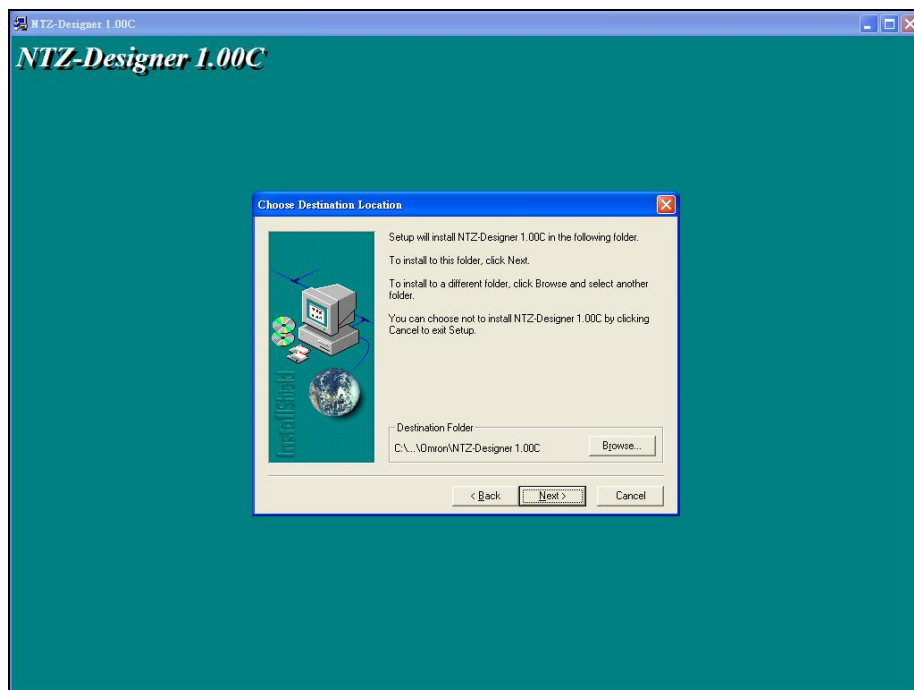

图 2-1-3 NTZ-Designer 系统安装的硬盘机及目录名称
3. 按下确定钮后，系统自动开始安装，而且屏幕中间会显示讯息对话框。按 Next 键后，请您确认 NTZ-Designer 系统将安装的硬盘及目录名称 (图 2-1-3)。本系统的默认值为 C:\Program Files\Omron\NTZ-Designer 1.00C；您可以自行变更所要安装的硬盘位置以及目录名称。